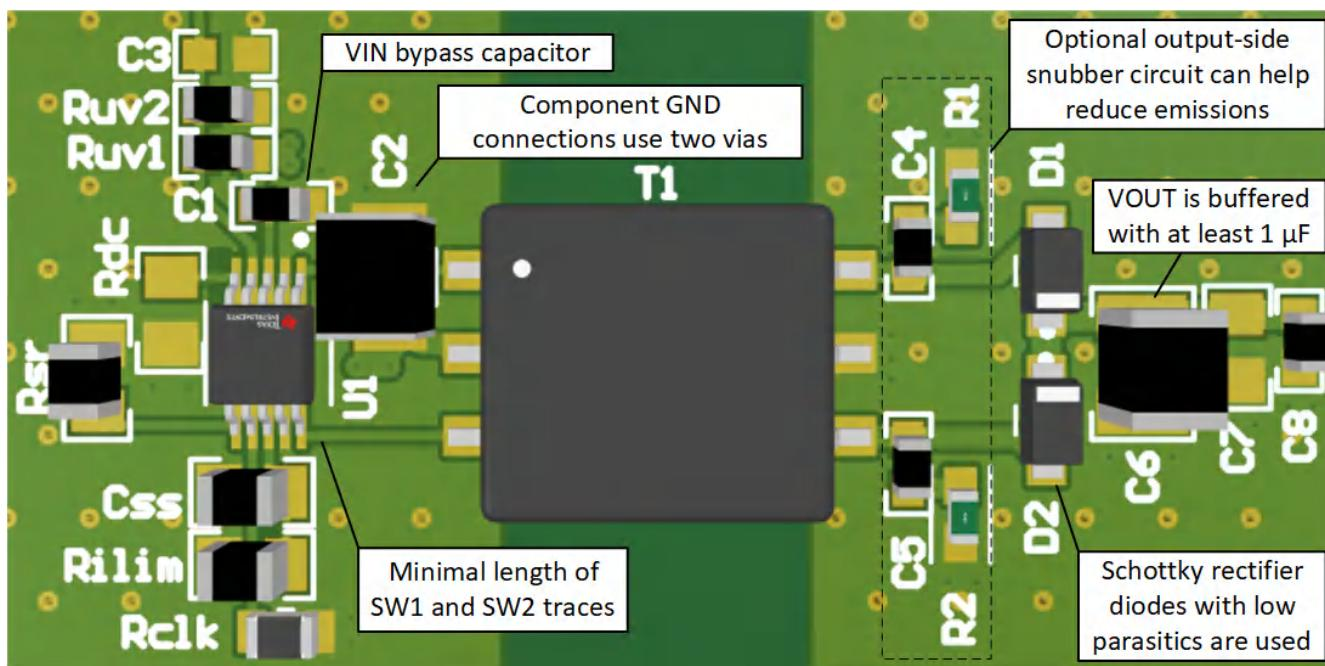

图 9-10. 2 层板的布局示例
- 理想位置最靠近电路板入口处的 V_{IN} 和 GND 引脚，以尽量减小由旁路电容器接头、V_{IN} 端子和 GND 引脚形成的环路面积。有关 PCB 布局示例，请参阅 图 9-10。